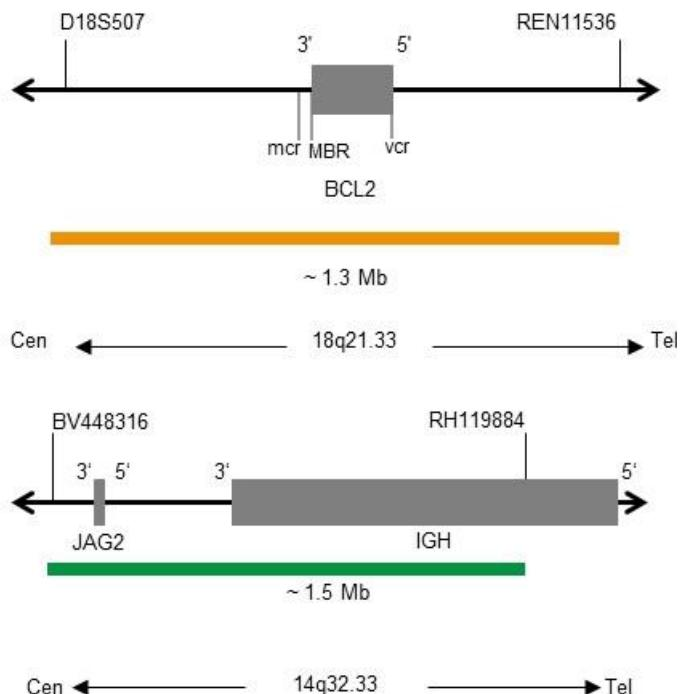

Fig. 1: Cima: SPEC BCL2 Mapa da sonda; Baixo: IGH Mapa da sonda (sem escala)
- Polinucleótidos (~6 ng/μl) com marcação ZyOrange (excitação 547 nm/emissão 572 nm), dirigidos ao mapeamento de sequências alvo em 18q21.33\* (chr18:60,180,078-61,507,691) contendo o gene BCL2 (ver Fig. 1).
- Polinucleótidos (~12 ng/μl) com marcação ZyGreen (excitação 503 nm/emissão 528 nm), dirigidos ao mapeamento de sequências alvo em 14q32.33\* (chr14:105,462,169-106,995,000) contendo o locus IGH (ver Fig. 1).